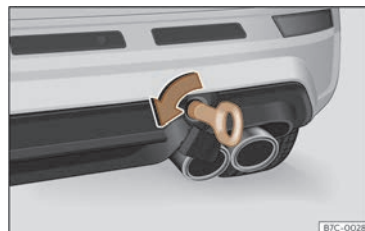

Fig. 186 No lado dereito do parachoques traseiro: argola de remolque enroscada.
- Enrosque a argola de remolque na cavidade, xirándoa ao máximo **no sentido contrario ao das agullas do reloxo** >>> **fig. 186** , >>> ①. Use un obxecto adecuado co que poida enroscar totalmente e con firmeza a argola de remolque na súa cavidade.